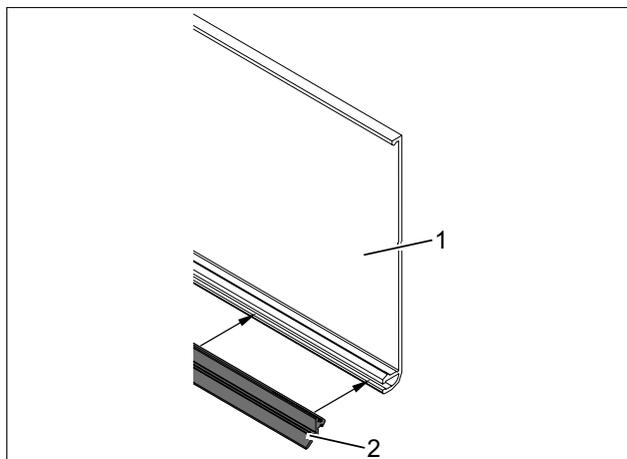

Abb. 32 Gummidichtung einziehen
3. Gummidichtung (Abb. 32/2) über die gesamte Länge in das Abdeckprofil (Abb. 32/1) einziehen.